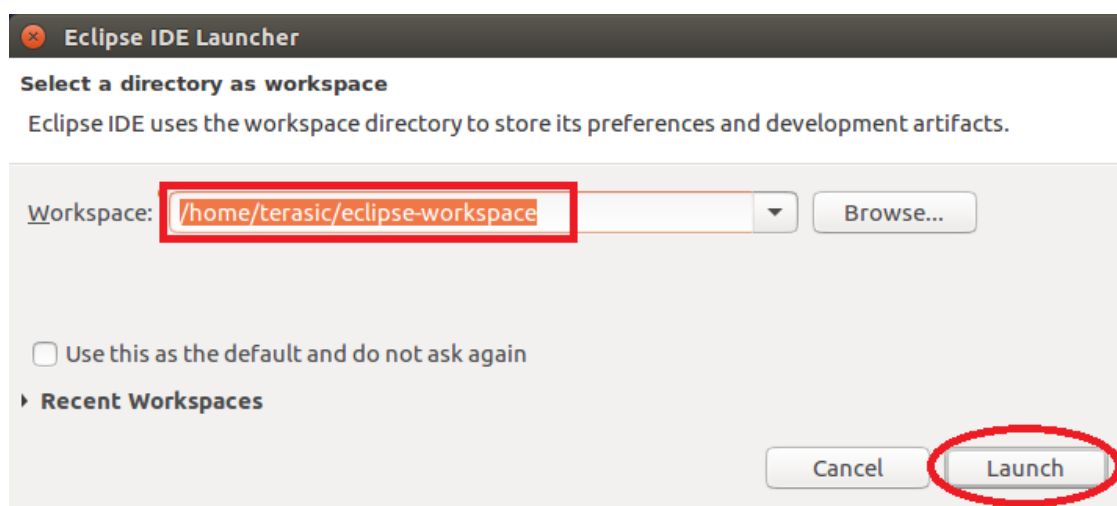

图4.3.3 设置 Workspace
3. 启动 Eclipse 后，弹出设置 Workspace 的对话框，如图 4.3.3 所示，默认为 home 下的 eclipse-workspace（可根据需要自行设置）。